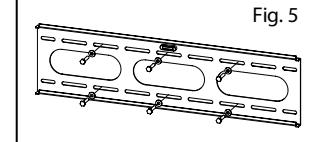

Fig. 5
5. Riposizionare la piastra a muro contro il muro e fissarla utilizzando i bulloni a testa svasata (A) e le rondelle per bulloni a testa svasata (B) forniti (vedere Fig. 5).